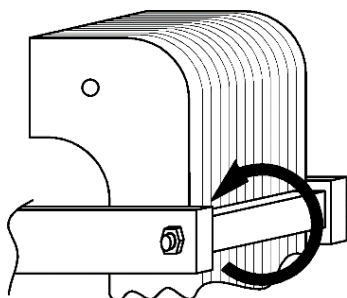

Рисунок 6. Регулировка растворов эксцентриком
11.2.10. Если растворы не в норме, то производится их регулировка путем поворота эксцентричного бруска упора якоря (Рис.6).